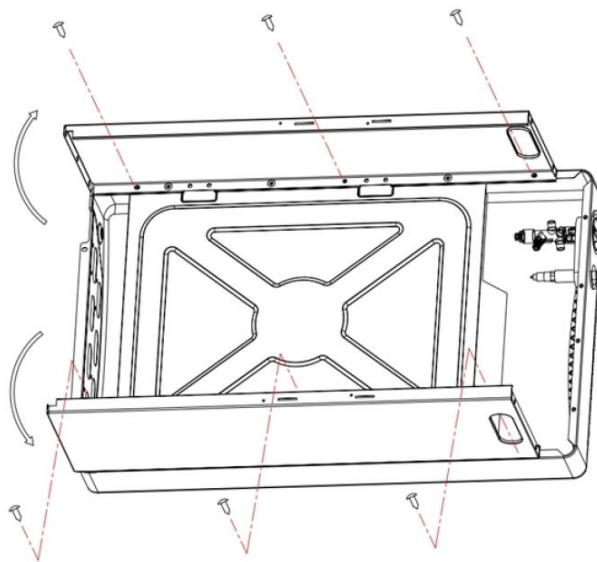

Рисунок 1
Используйте 6 винтов 4*8 мм  для присоединения левой и правой стенок к лицевой панели прибора (6) (см. рисунок 1)